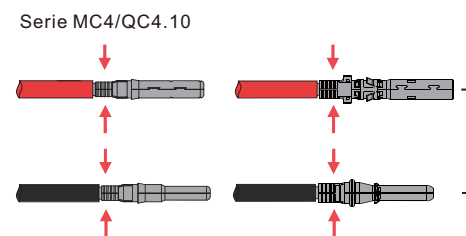

Figura 4.1-2 Cables PV a conectores PV
**Paso 2.** Conecte los cables PV a los conectores PV. Ver figura 4.1-2.